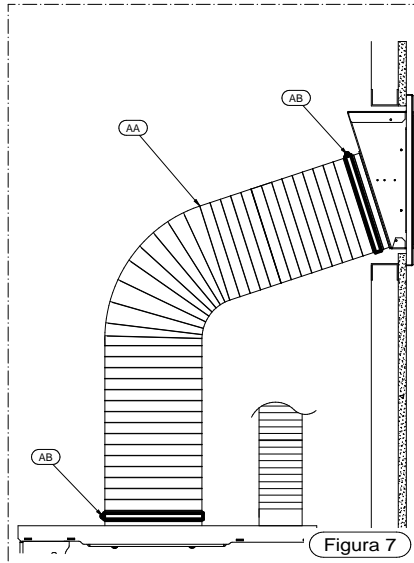

Figura 7
- Procedere ora ad assemblare il tubo di carico ed eventualmente il tubo di canalizzazione come indicato nella Figura 7. Il tubo di carico AA (tubo d.180 spiralato in dotazione) deve essere fissato attraverso le 2 fascette AB (fascette d.180 in dotazione).